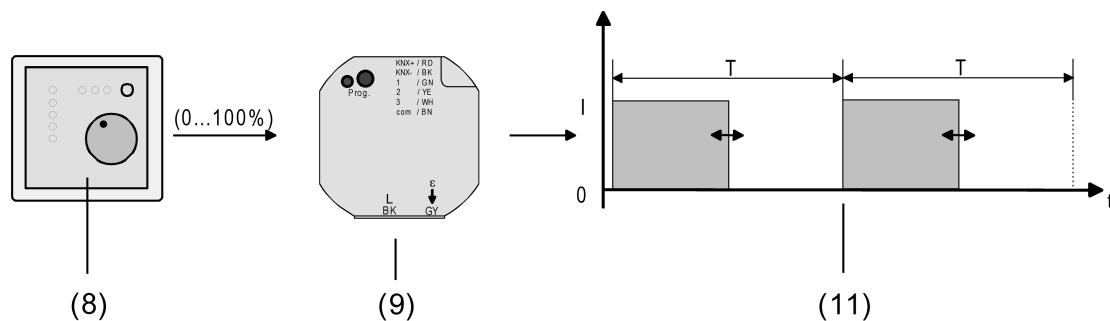

Bild 15: Stellgrößenprinzip bei stetiger Stellgröße
(8) Raumtemperaturregler (RTR) (Stellgröße "1 Bit")
(9) Heizungsaktor
(10) Schaltendes Ausgangssignal für Ventilantriebe
Das über das 1 Byte Objekt "Stellgröße" empfangene Werttelegramm wird im Normalbetrieb durch das Gerät in ein äquivalentes pulswidenmoduliertes Schaltsignal an den Ventilausgängen umgesetzt (Bild 15). Der aus dieser Modulation resultierende Mittelwert des Ausgangssignals ist unter Berücksichtigung der im Gerät einstellbaren Zykluszeit (T) ein Maß für die gemittelte Ventilstellung des Stellventils und somit eine Referenz für die eingestellte Raumtemperatur (siehe "Pulsweitenmodulation bei stetigen Stellgrößen und stetigen Soll-Ventilpositionen").